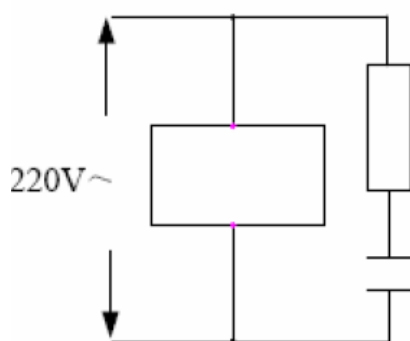
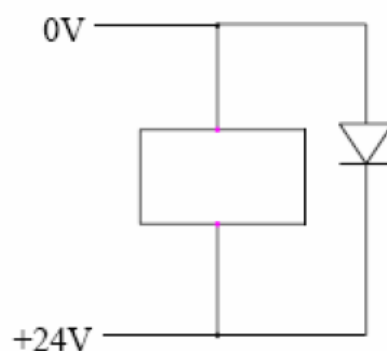

图 1-5
图 1-6
- (1) CNC要远离产生干扰的设备（如变频器、交流接触器、静电发生器、高压发生器以及动力线路的分段装置等）。
- (2) 要通过隔离变压器给CNC供电，安装CNC的机床必须接地，CNC和驱动器必须从接地点连接独立的接地线。
- (3) 抑制干扰：在交流线圈两端并联RC回路（如图1-5），RC回路安装时要尽可能靠近感性负载；在直流线圈的两端反向并联续流二极管（如图1-6）；在交流电机的绕组端并接浪涌吸收器（如图1-7）。